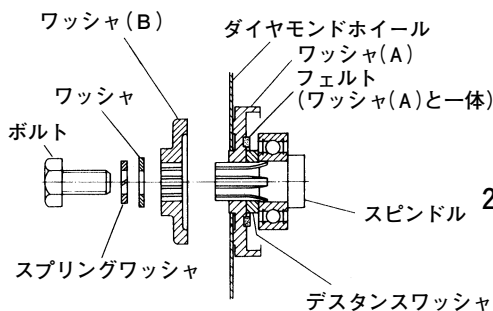

図 8
- (1) スピンドルやワッシャに付着した切りくずをよくふき取ります。
- (2) ワッシャ (A) およびワッシャ (B) でダイヤモンドホイールをはさみ、付属のスパナでボルトを十分に締めつけてください。(図8)